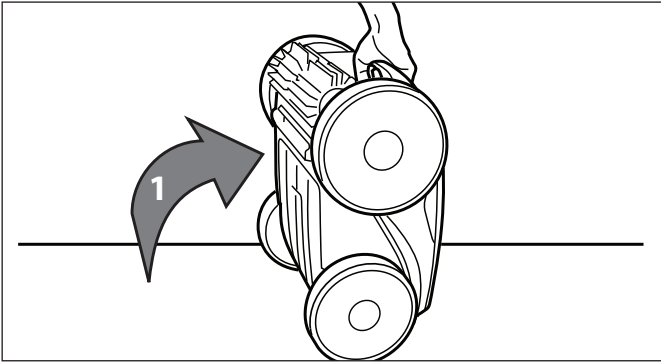

Figura 28. Limpíelo en posición hacia arriba
1. Levante el limpiafondos a una posición vertical de manera que el mango quede hacia arriba. Vea la Figura 28.